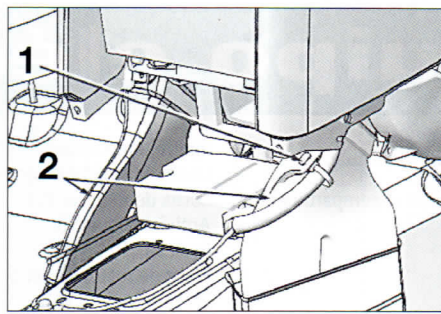

FIG. 25
Desengrapar la abrazadera de sujeción (1) del cableado del calculador (fig. 25)